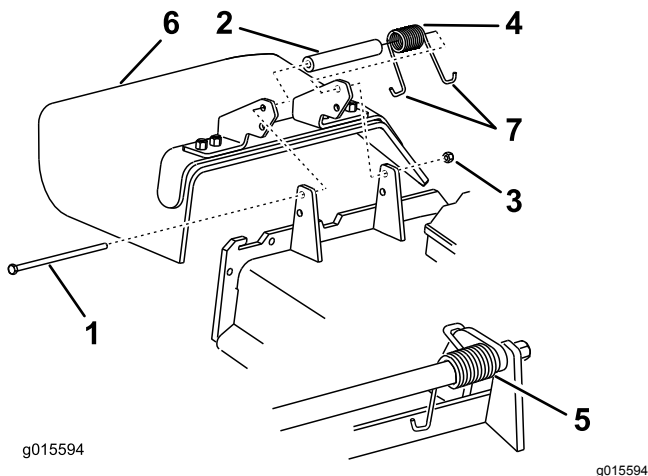

Рисунок 62
1. Снимите контргайку, болт пружину и проставку, удерживающие отражатель на кронштейнах поворота (Рисунок 62).
Примечание: Убедитесь, что Г-образный зацеп пружины установлен за край деки, прежде чем устанавливать болт, как показано на Рисунок 62.
6. Прикрепите один Г-образный зацеп пружины к отражателю травы (Рисунок 62).